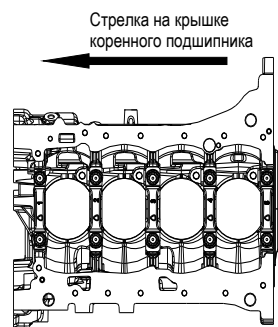

Рис. 4-7
4. На каждой крышке коренного подшипника имеются порядковый номер и стрелка, которая при установке должна быть направлена вперед. Устанавливайте крышки в соответствии с порядковым номером и направлением стрелки, как показано на рис. 4-7. Установив на место болты крепления крышек, заверните их на 2–3 витка резьбы, затяните требуемым моментом (40 ± 2) Н·м, а затем поверните на $100^\circ \pm 2^\circ$. Боковые болты крепления крышек затяните моментом (20 ± 2) Н·м, а затем поверните на $90^\circ \pm 2^\circ$.